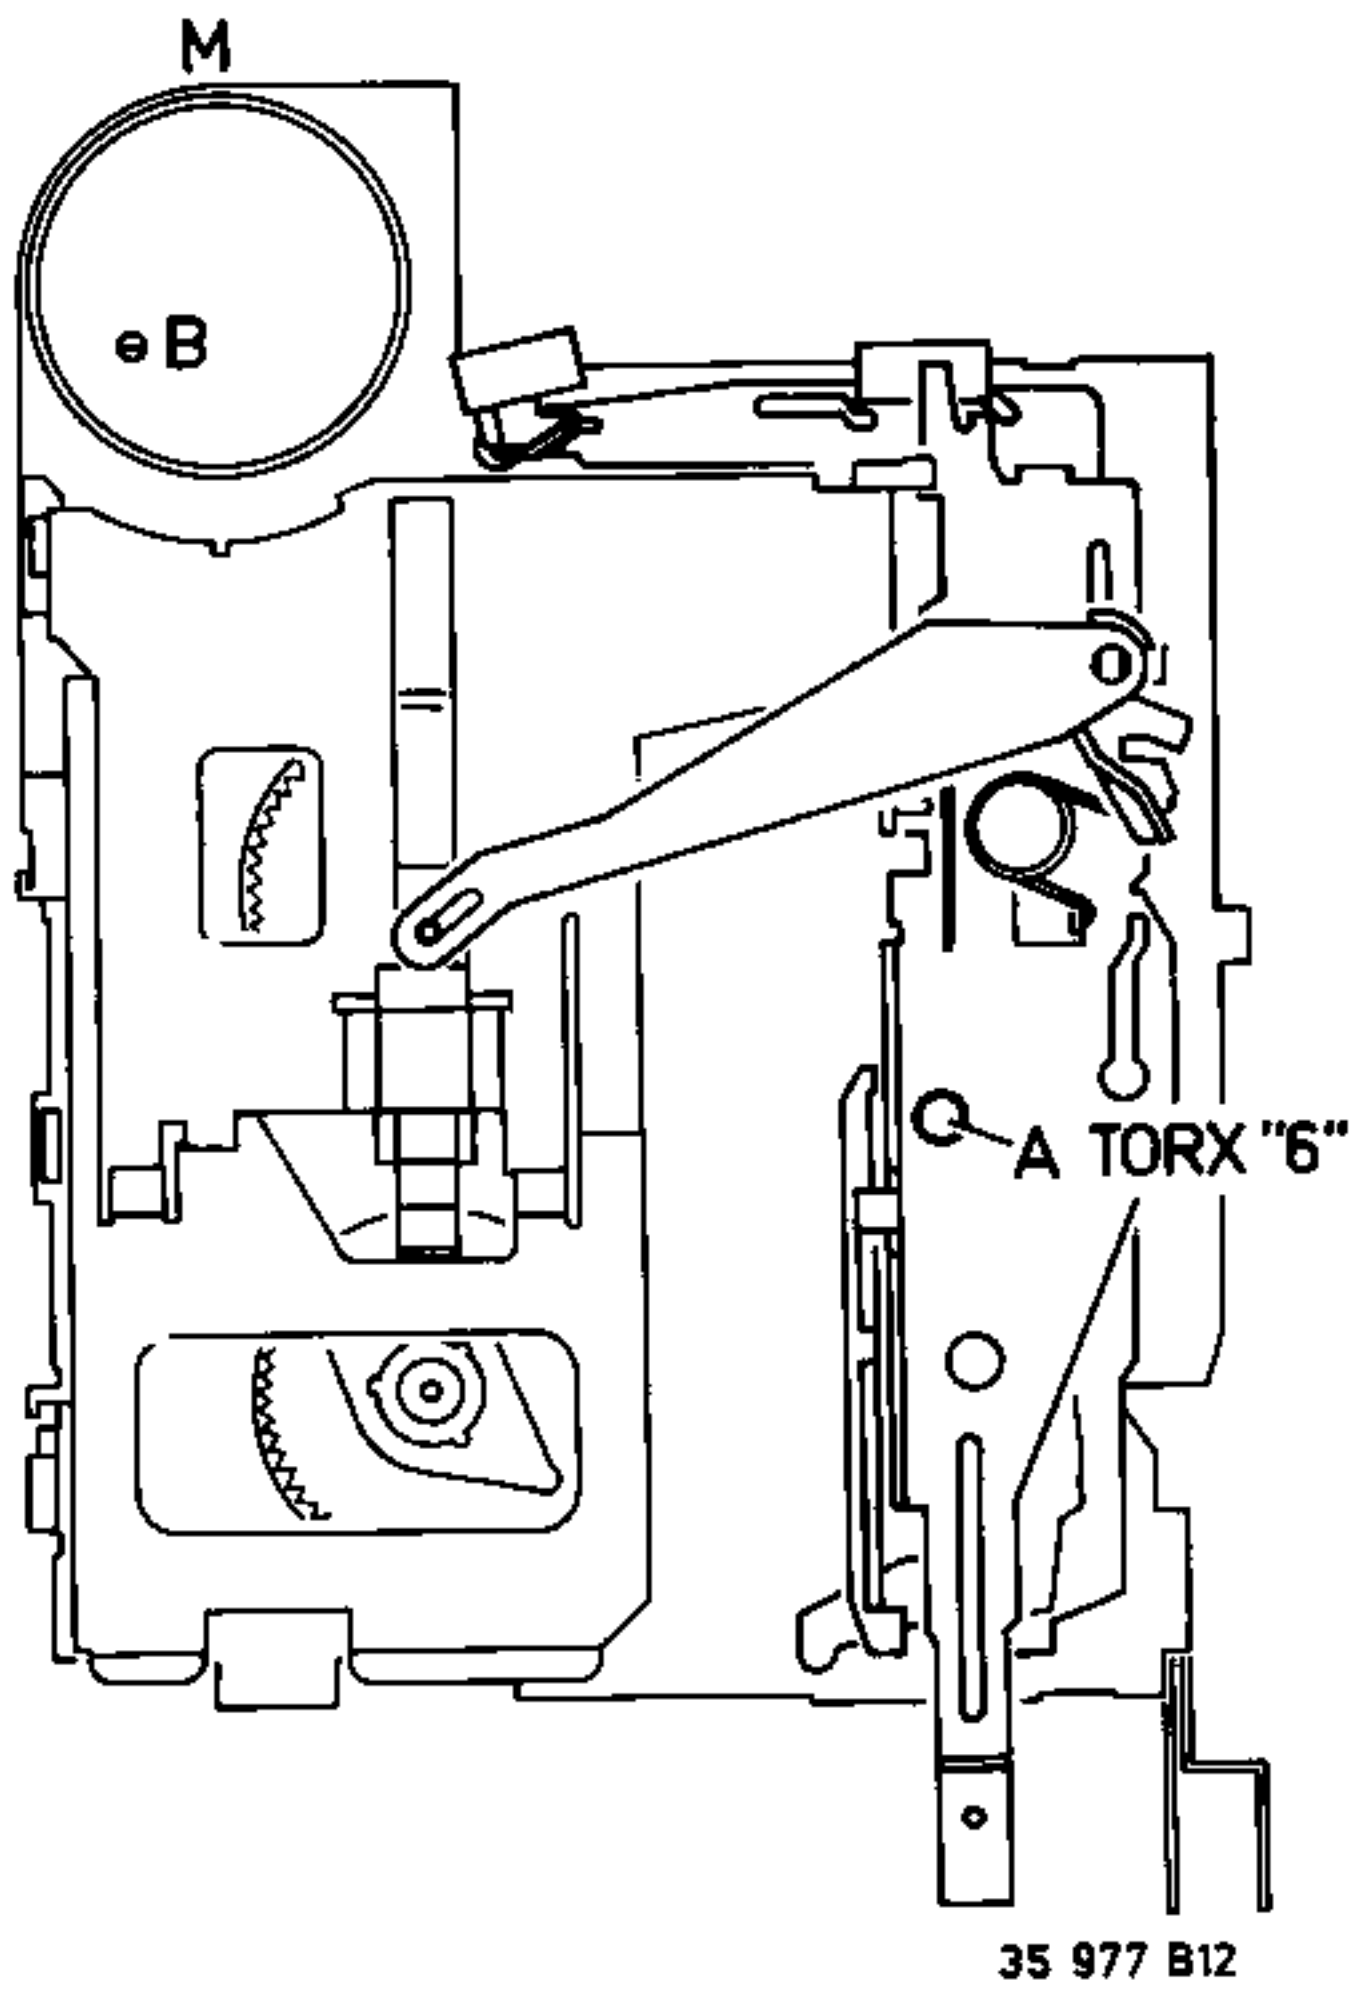

Fig. 11
### 1. Azimuth (Fig. 11,12)
- De bandsnelheid moet zijn  $4,76 \text{ cm/sec} \pm 2\%$ . De snelheid kan worden ingesteld met schroef B (Fig. 11).